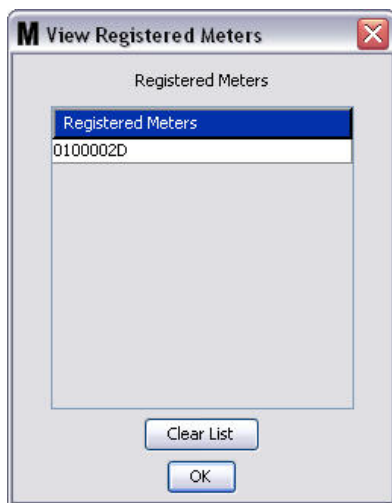

Рис. 121
- Кнопки «LINK» [СВЯЗАТЬ] и «UNLINK» [ОТМЕНИТЬ СВЯЗЬ]. Когда полностью заполните все параметры окна профиля расходомера, нажмите кнопку «Link» [Связать], чтобы отобразить окно «Meter Profile/ID Assignment» [Назначение идентификатора профилю расходомера] (Рис. 121). Из списка зарегистрированных расходомеров выберите требуемый профиль. Нажмите кнопку «OK» [OK], чтобы закрыть окно и сохранить изменения.